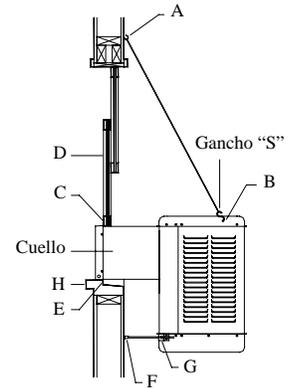

Fig. 2
Ponga los dos ganchos para la cadena arriba del cuello del enfriador, separados por una distancia equivalente al ancho de la unidad (A-fig. 2). Enganche una cadena en cada gancho y luego enganche un gancho “S” en cada cadena. **NOTA:** Los ganchos que vienen con ésta unidad tienen rosca de tornillo para madera y son para uso en paredes de madera. Las paredes de concreto o ladrillo requieren el uso de tuercas mariposas de suficiente fuerza o anclas con ganchos de acoplamiento.
- **Coloque el enfriador en la ventana.** Coloque el cuello del enfriador dentro de la ventana para que la parte inferior de la pestaña del cuello se asiente en la repisa de la ventana y la pestaña (E-fig. 2) se ajuste contra el borde de la repisa (H-fig. 2). Con el enfriador situado en la ventana, enganche los ganchos “S” en los agujeros encontrado en la esquina trasera superior de la unidad (B-fig. 2).
- **Coloque la ventana detrás de la guarda de retención.** Levante la parte trasera del enfriador para que la ventana (D-fig. 2) pueda bajarse y quedar detrás de la parte superior de la guarda de retención (C-fig. 2).
- **Ajuste las patas.** Saque las patas (F-fig. 2) para que los topes de hule descansen contra el costado de la pared. Apriete el tornillo del collar (G-fig. 2).